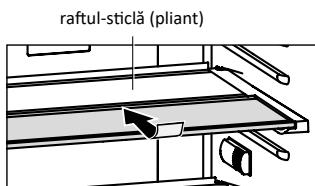

Figura 8
4.1.4 Dacă este necesar să plasați containere înalte în CF, este necesar să ridicăți partea din față a raftului-sticlu (pliant) și să o împingeți sub partea din spate, în conformitate cu desenul (figura 8).